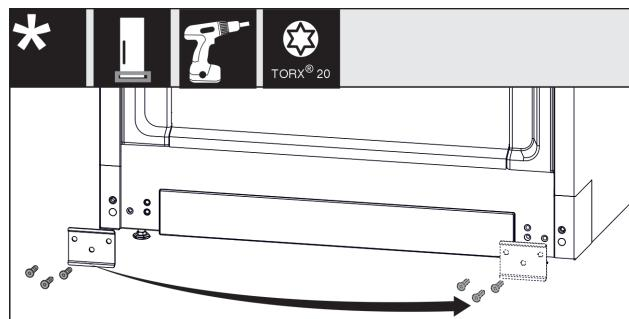

Fig. 12
- Skru av platen, flytt den til den andre siden og skru den på igjen. Fig. 12 (1)